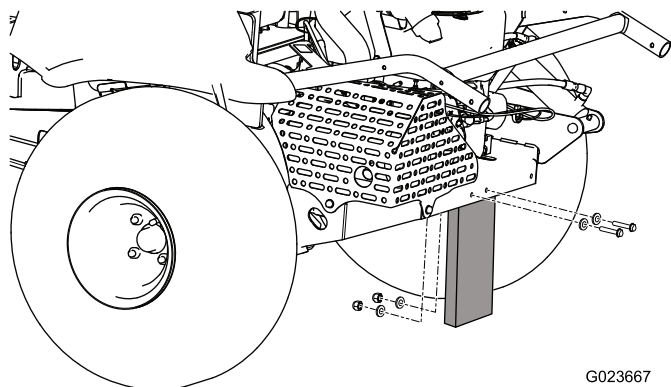

Рисунок 3
2. Удалите гайки, болты и шайбы, которые крепят транспортировочный кожух к задней части машины (**Рисунок 3**).